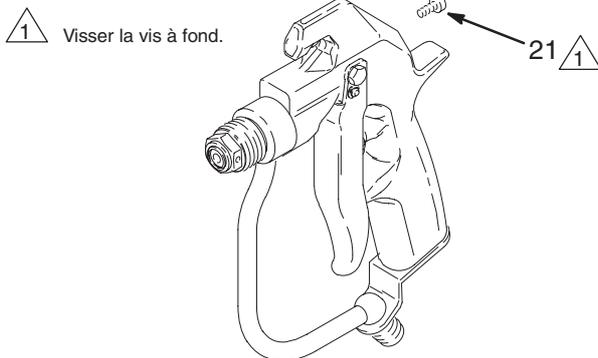

Fig. 21
- Si elle a été retirée, monter la vis de tension du ressort (21) placée à l'arrière du pistolet. Visser la vis à fond. Voir Fig. 21.